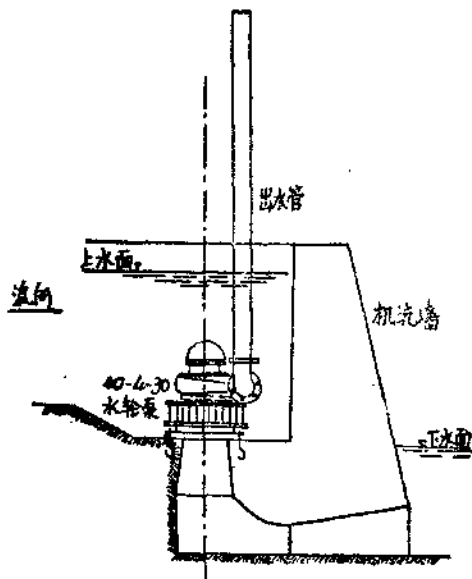
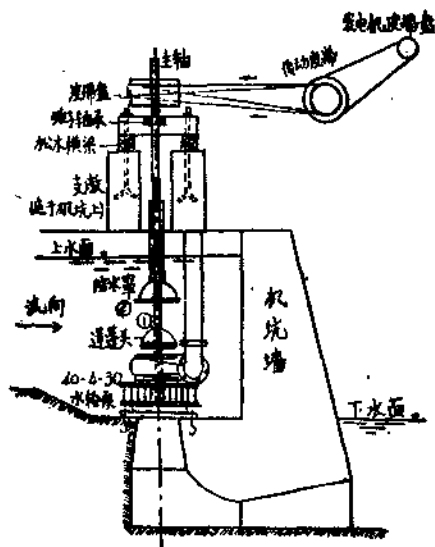

图 2 水轮泵原来安装情况
图 3. 綜合利用水輪泵裝置
了。其傳動設備包括主軸、過橋軸、皮帶盤、防水罩等。如图 2 及图 3。
1. 主軸是套接在水輪泵軸上，套接時將水輪泵蓬蓬头上的頂蓋取下，拿掉止推彈子盤上的固定螺絲帽，將主軸套接上去（如图 3 中①處）。主軸長度一般為 1.5~2 公尺，主軸直徑和水輪泵軸同粗或稍予加大，河鎮村採用 2 吋粗的中炭鋼，長 2 公尺。
2. 防水罩，因水輪泵只有 4 匹馬力，不能同時抽水、發電，故發電時要停止抽水。防水罩的目的，就是要斷絕水源，停止抽水（如图 3 中②所示）。在發電時將防水罩放下套于水輪泵的蓬蓬头上，水泵即無水送出。若打水時，將防水罩拉上，去掉轉動皮帶，水輪泵即恢復抽水。防水罩上尚有套管一節，長度應高出機坑水面，因上推彈子用黃油潤滑，加了套管可防水進入彈子盤中，延長黃油使用時間。防水罩用油桶皮作成。